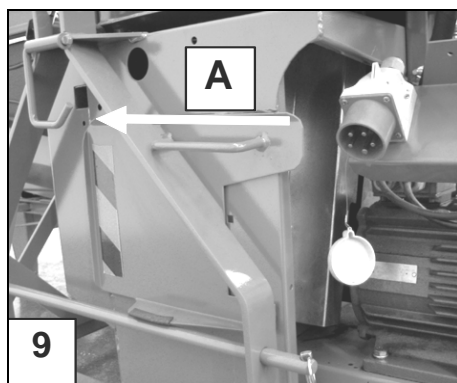
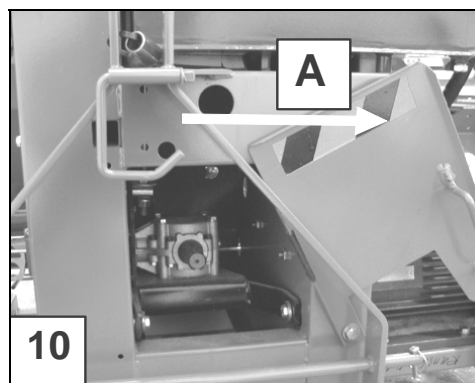

Fig. 9 Sélection du mode d'alimentation par électricité
Fig. 10 Sélection du mode d'entraînement par tracteur
### 3.6 Sélection du mode de fonctionnement : entraînement par tracteur ou électrique (Figures 9 et 10)
- Lorsque le capot de protection est déplacé vers la gauche (figure 9), le branchement du cordon de rallonge est possible et lorsqu'il est déplacé vers la droite (Figure 10), c'est l'arbre de prise de force qui peut être raccordé.